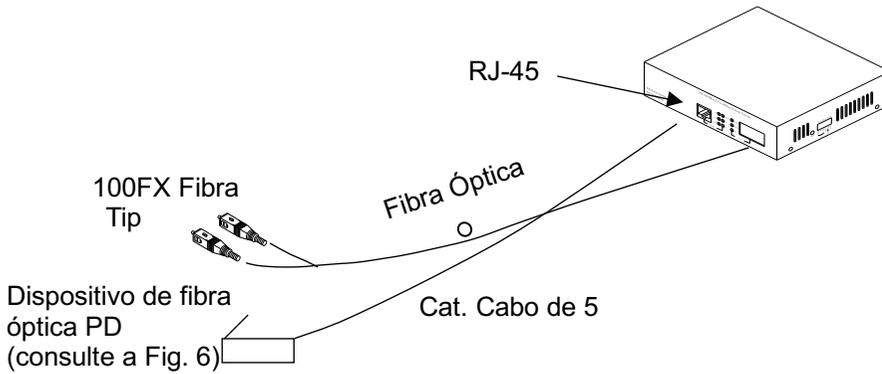

Fig. 2 Ligação entre PSE Switch Ethernet, cabos de fibra e TP
- ⇒ Instale o cabo de mídia TP IEEE 802.3af PD conversor (ver Fig. 2)